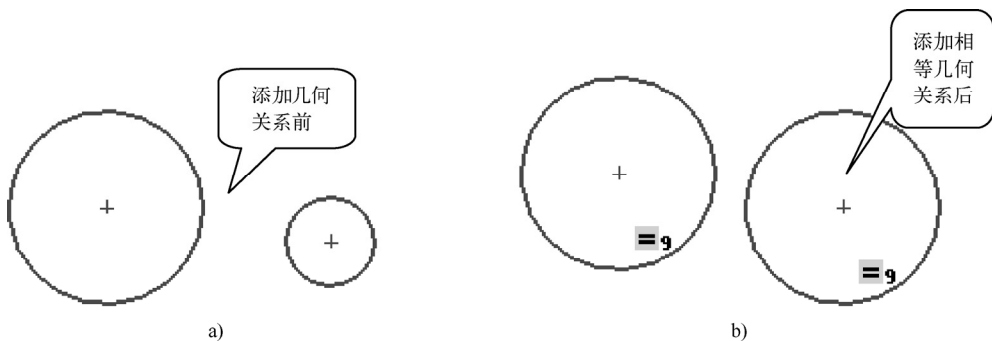

图 2-107 添加相等几何关系
- 相等几何关系：使选取的图形元素等长或等径，如图 2-107 所示。